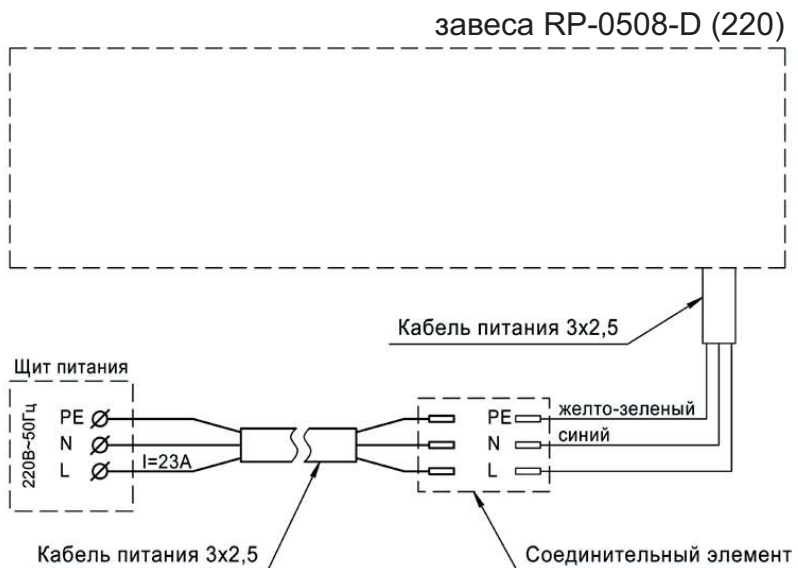

Рис. 4 Схема подключения завесы RP-0508-D (220)
6.6 Подключение к стационарной электросети производить в соответствии со схемами, приведенными на рис. 4 и 5 Приложения и на корпусе завесы. Жилы кабеля, идущего от источника питания необходимо соединить с жилами силового кабеля, выведенного из корпуса завесы (для завес RP-0508-D (220), RP-0610-DY (220), RP-0915-3DY (380)). Соединение производить с помощью клеммной колодки или специальных соединительных зажимов, обеспечивающих надежную изоляцию и фиксацию проводов (в комплект поставки не входят).